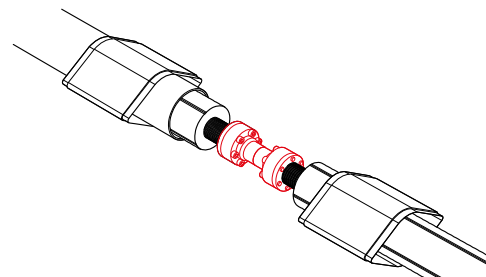

Рис. 4.7.2
2. Произвести работы по монтажу соединительного элемента (рис. 4.7.2).